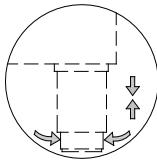

Bild 1
- Das Gerät auf einem ebenen Boden über die einstellbaren FüÙe positionieren. (Bild 1)